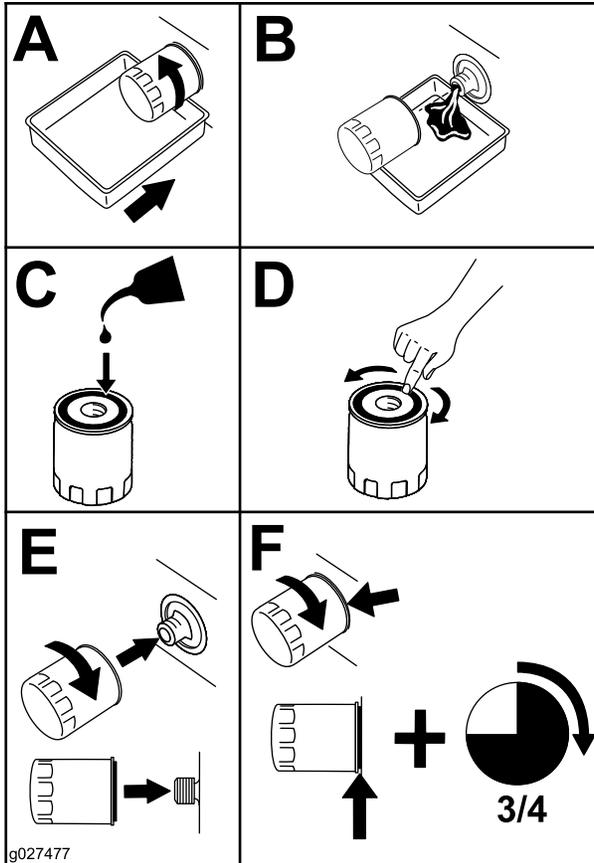

Figura 46
3. Cambiate il filtro dell'olio del motore (Figura 46).